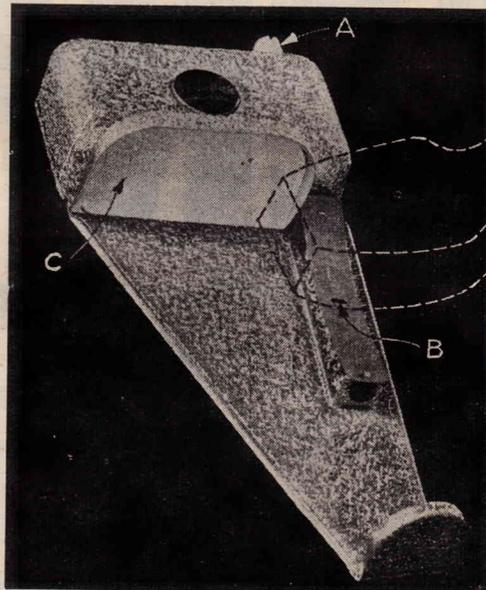

Fig. 2.
2. — Placer l'appareil sur le plateau du tourne-disques comme représenté sur la figure 2.
La figure 2 en fait comprendre le fonctionnement.